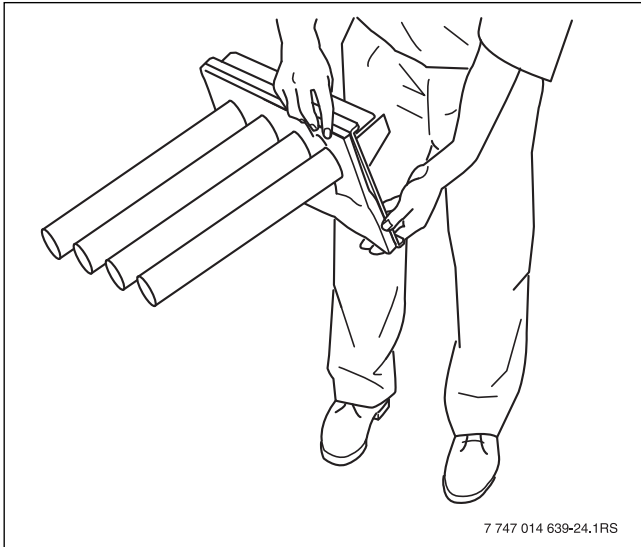

Рис. 51 Опрокидывание горелки
- ▶ Переверните горелку, чтобы удалить остатки воды (→ рис. 51, стр. 38).